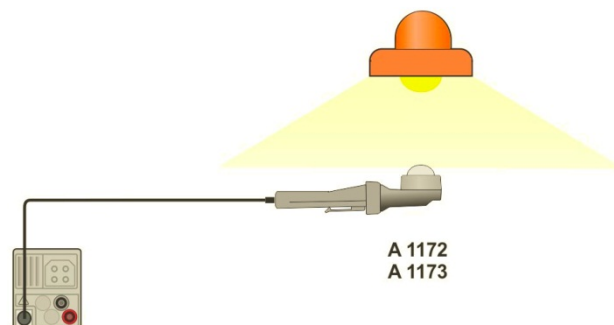

Abbildung 7.78: Positionierung des LUXmeter Sensor
- Positionieren Sie den LUXmeter Sensor *Abbildung 7.78*